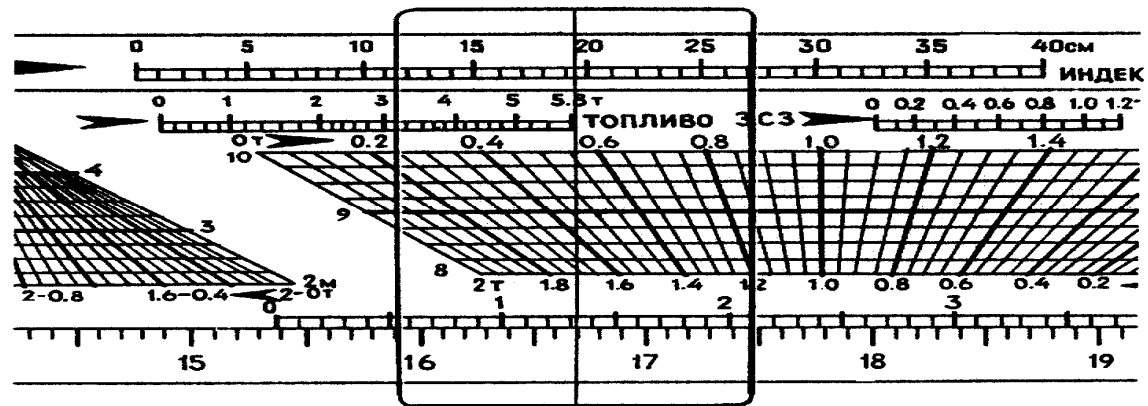

Рис. 2.10. Линейка. Положение "1" движка.
3. На лицевой стороне линейки визирная линия бегунка устанавливается на деление 19,6 см шкалы индексов снаряженного самолета (рис. 2.10).